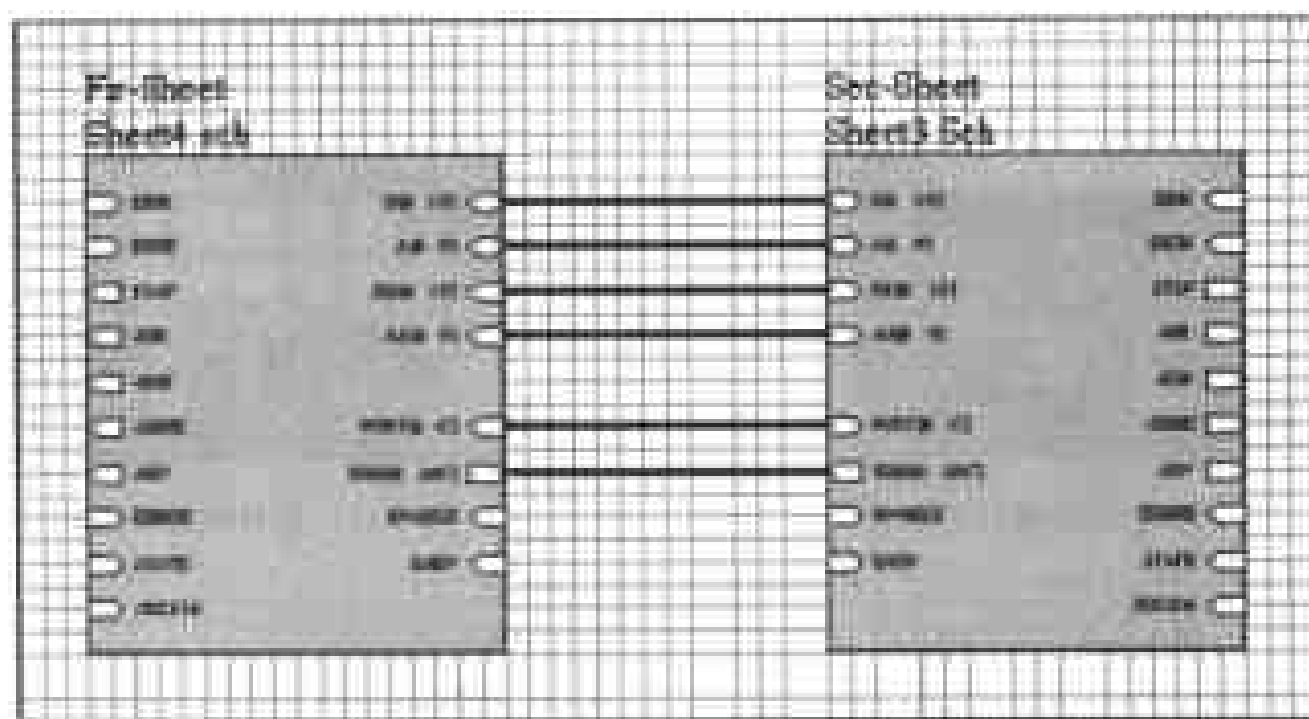

图 4-14 绘制总线连接电路端口
(4) 此时鼠标箭头仍为十字光标,用户可继续在图纸中绘制总线,连接其他的电路端口。在图纸中绘制好所需的所有总线之后,右击鼠标,退出绘制总线的工作状态,得到如图 4-14 所示的效果。